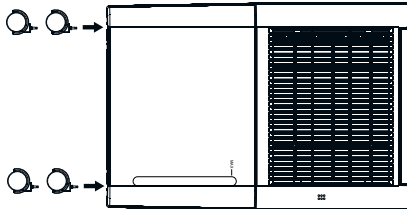

Fig. 1
- ◆ Tryk hjulene **6** ind i de fire huller på produktets underside, indtil de går helt i indgreb (se fig. 1).